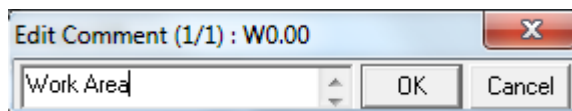

Рисунок 18 – Ввод комментария
4. В качестве комментария введите «Work Area» (Рабочая область). Нажмите клавишу [Ввод] (рисунок 18).